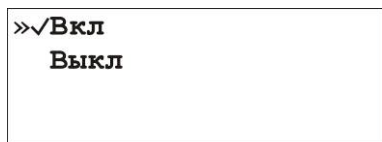

Рисунок 4.20 – Экран настройки звукового сигнала клавиш
2. В меню "Звук клавиш" (рис. 4.20) клавишами **Δ, ∇** выбрать соответствующий пункт меню (установить флажок) при помощи клавиши **✓**.